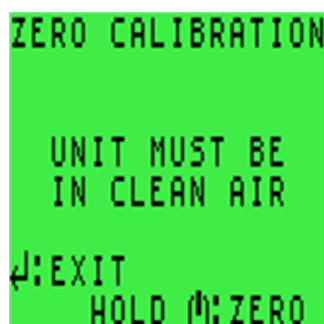

Рисунок 9-2: Экран калибровки по чистому воздуху
2. Продолжайте удерживать кнопку, пока самодиагностика не завершится и на дисплее не появится сообщение ZERO CALIBRATION, как показано на Рисунок 9-2: Экран калибровки по чистому воздуху.